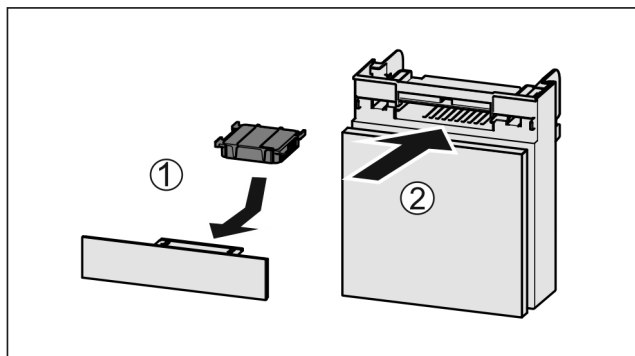

Fig. 89
- ▶ Sett inn Fig. 89 (1) aktivkullfilteret etter figuren.
- ▶ Skyv inn Fig. 89 (2) hyllen.